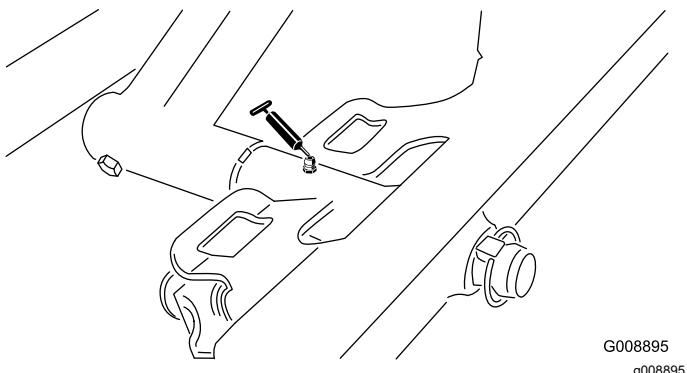

Figura 46
- Pivote de la unidad de corte delantera (Figura 46)